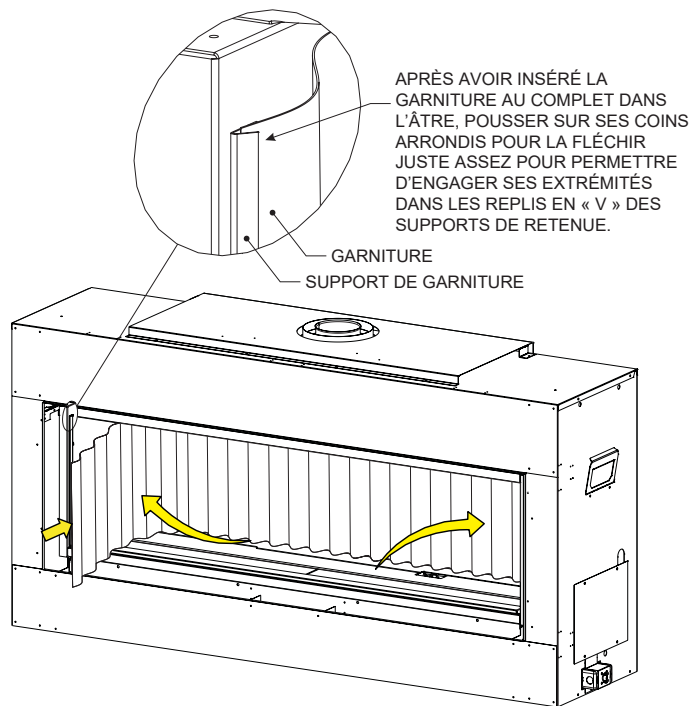

Figure 5
11. Une fois que l'extrémité droite de la garniture sera verrouillée dans le support de retenue droit, poursuivre le travail d'insertion vers la gauche de l'unité jusqu'à ce que la garniture soit complètement positionnée à l'arrière de l'âtre. **Voir Figure 5.**
12. Pour compléter le montage, pousser le côté gauche de la garniture vers le coin arrière gauche de l'âtre et la pousser juste assez pour engager son extrémité gauche dans le support de retenue gauche. **Voir Figure 5.** Les bords de la garniture sont maintenus en place par les supports de retenue latéraux. La poussée naturelle de la garniture la gardera en place dû au rayon de courbure de ses coins arrière. **Voir la vignette de la Figure 5.**